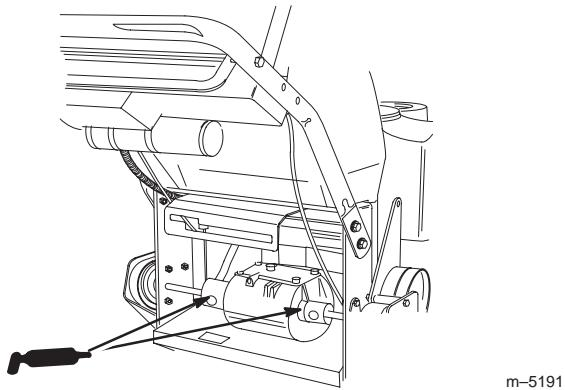

Figure 31
1. Lubrifiez les accouplements de la transmission situés à l'arrière de la machine (Fig. 31).